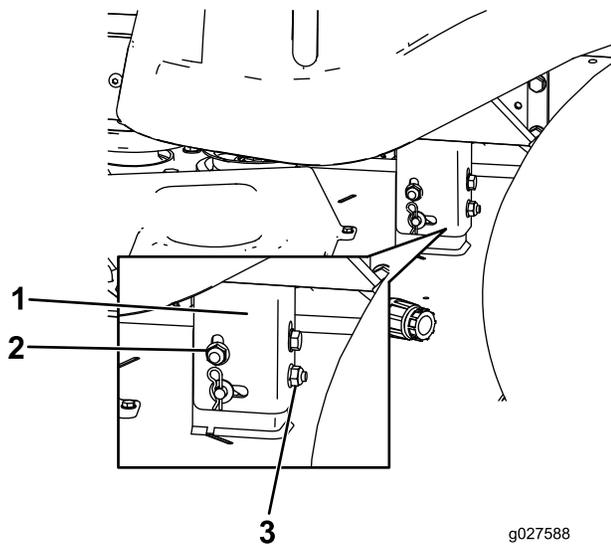

Figura 51
- Eleve o baje el lado izquierdo de la carcasa de corte girando la tuerca trasera (Figura 51).